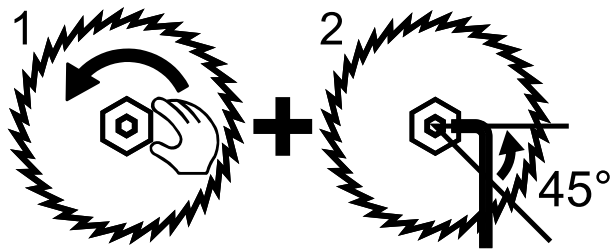

Figure 21 – Serrage du boulon de retenue de lame
7. Appuyez sur le bouton de verrouillage du bouchon d'huile, puis serrez le boulon de retenue de la lame à la main en le tournant en sens antihoraire. Ensuite, serrez-le d'un huitième de tour (45°) de plus à l'aide de la clé Allen fournie (Figure 21). Ne pas serrer le boulon au-delà afin de permettre aux rondelles et au boulon